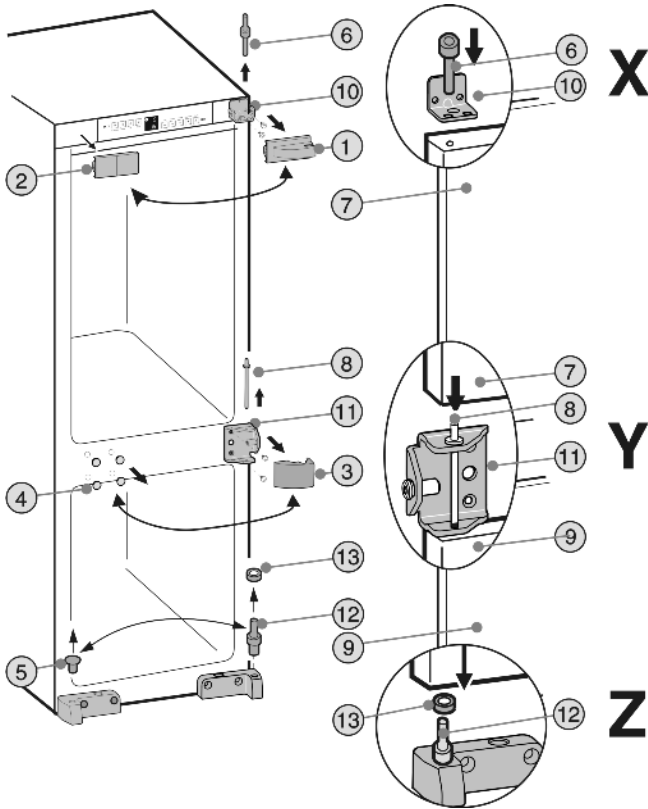

Fig. 3
► Afdekkingen Fig. 3 (1,2,3,4,5) verwijderen.
- Lagerbout boven Fig. 3 (6) uit de deur van het koelgedeelte Fig. 3 (7) schroeven.
- Deur van het koelgedeelte Fig. 3 (7) iets naar voren kiepen en naar boven eruit tillen.
- Lagerbout midden Fig. 3 (8) verwijderen.
- Deur van het diepvriesgedeelte Fig. 3 (9) verwijderen.
- Lagerbus boven Fig. 3 (10) en lagerbus midden Fig. 3 (11) afschroeven en aan de andere kant met dezelfde schroeven weer **goed (met 4 Nm)** vastschroeven.
- Lagerbout onder Fig. 3 (12) met plaatje Fig. 3 (13) omzetten.
- Deur van het diepvriesgedeelte onder op lagerbout Fig. 3 (12) en plaatje Fig. 3 (13) zetten. **Detail Z**
- Lagerbout midden Fig. 3 (8) door de lagerbus midden Fig. 3 (11) in de deurlager plaatsen. **Detail Y**
- Deur van het koelgedeelte op de lagerbout midden Fig. 3 (8) zetten. **Detail Y**
- Lagerbout boven Fig. 3 (6) door **buitenste** gat in de lagerbus Fig. 3 (10) in de deurlager van de deur van het koelgedeelte Fig. 3 (7) aanbrengen en **goed (met 4 Nm)** vastschroeven. **Detail X**
- Afdekkingen Fig. 3 (1,2,3,4,5) aan de andere kant 180° omgedraaid weer aanbrengen.